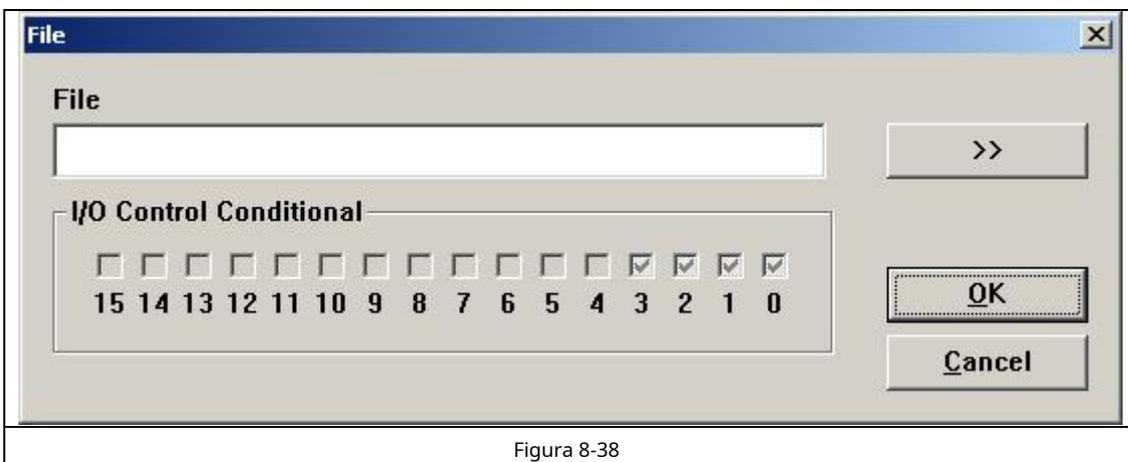
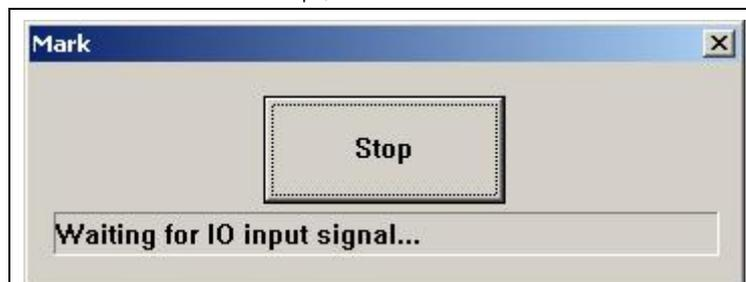

Figura 8-38
Figura 8-41
**Agregar:** Agregue archivos .ezd. El cuadro de diálogo aparece como la Figura 8-38 después de hacer clic en el botón "agregar". Establecer el control de E/S condicional para los archivos y marcar automáticamente los archivos cuando la placa acepte la señal de E/S en el estado de marca.
Si las señales de aceptación deben ser señales de pulso, debe configurar el puerto IO que no se muestra en la figura 8-38 en la marca de inicio IO. Por ejemplo, el puerto 0-3 que se muestra en la figura 8-38, debe configurar otro puerto en la marca de inicio IO, como puerto 6. Presione la marca, luego aparezca la figura 8-41. Cuando la placa acepte la marca de inicio IO y configure el control IO condicional al mismo tiempo, los archivos se marcarán una sola vez.